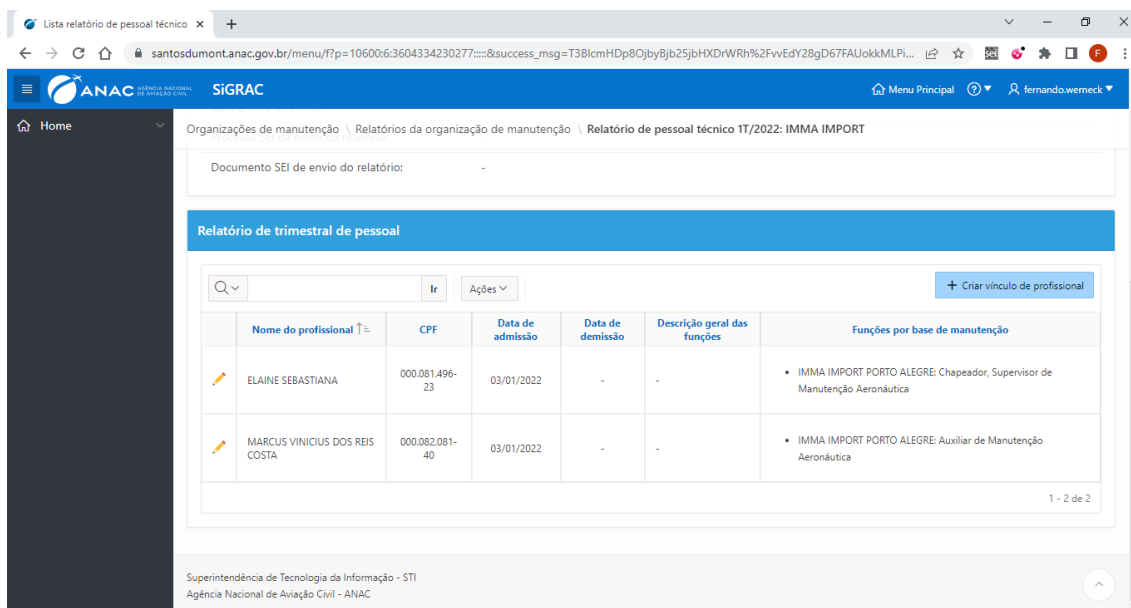

Figura 19: Tela final do cadastramento dos profissionais
1. Na tela seguinte (Figura 19), preencha o campo “Base de manutenção”;